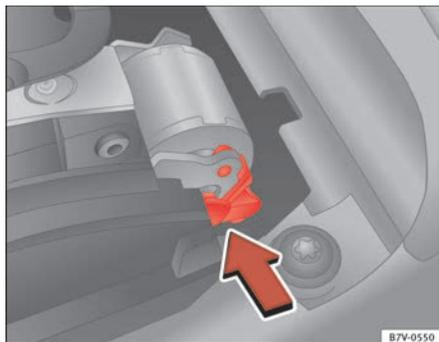

Abb. 205 Wählhebelsperre notentriegeln.
- Entriegelungshebel ⇒ Abb. 205 in Pfeilrichtung drücken und in dieser Position halten.